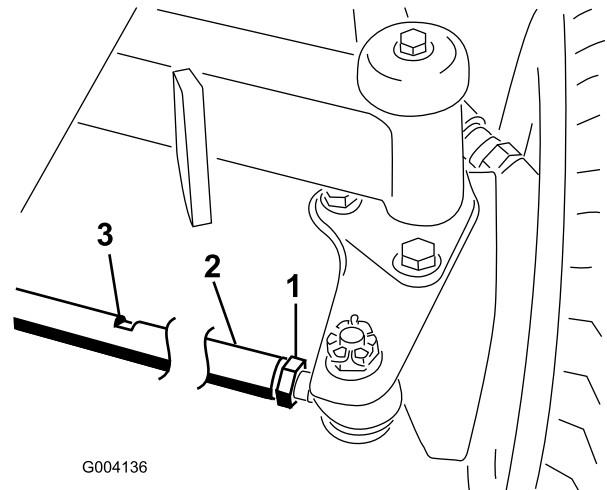

Figura 44
2. Afloje las contratuercas de ambos extremos del tirante (Figura 44).